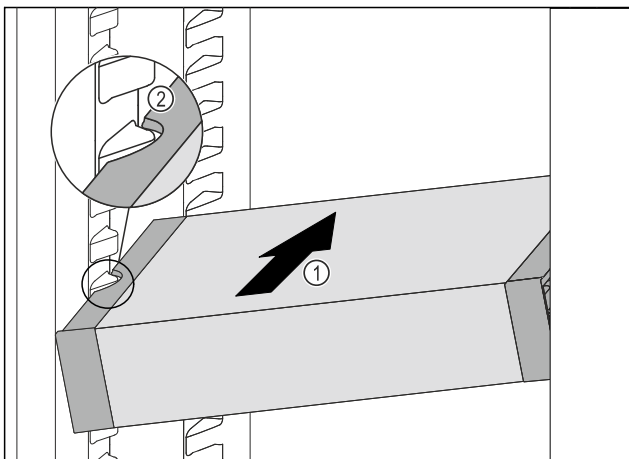

Fig. 110
- ▶ Вдвигайте VarioSafe под наклоном в холодильное отделение Fig. 110 (1), пока боковые выемки Fig. 110 (2) VarioSafe не окажутся на высоте выступа резервуара в холодильном отделении.